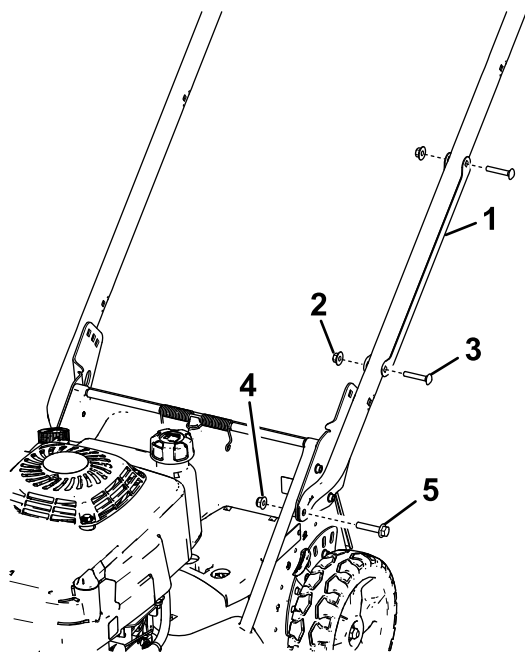

Figura 3
1. Retire los 2 pernos de cuello cuadrado y las 2 arandelas que sujetan el protector de cable al manillar, y retire el protector de cable del manillar (Figura 3)
2. Instale los extremos del manillar en la carcasa de corte con 2 pernos de cabeza hexagonal con arandela prensada (5/16 x 1-1/2 pulgadas) y 2 tuercas con arandela prensada (5/16 pulgada), según se muestra en Figura 3.
manillar con los 2 pernos de cuello cuadrado y las 2 contratueras que retiró anteriormente (Figura 3).